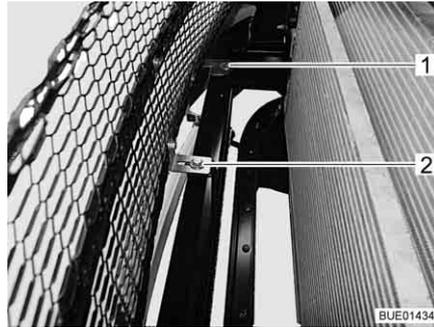

Fig. 259 Fissaggio della parte anteriore in plastica
- Svitare e rimuovere le 2 viti (Fig. 259, 1 e 2) con rondelle sul telaio anteriore.
- Svitare e rimuovere le 2 viti (Fig. 259, 4) con rondelle sulla parte anteriore accanto all'apertura del vano motore.